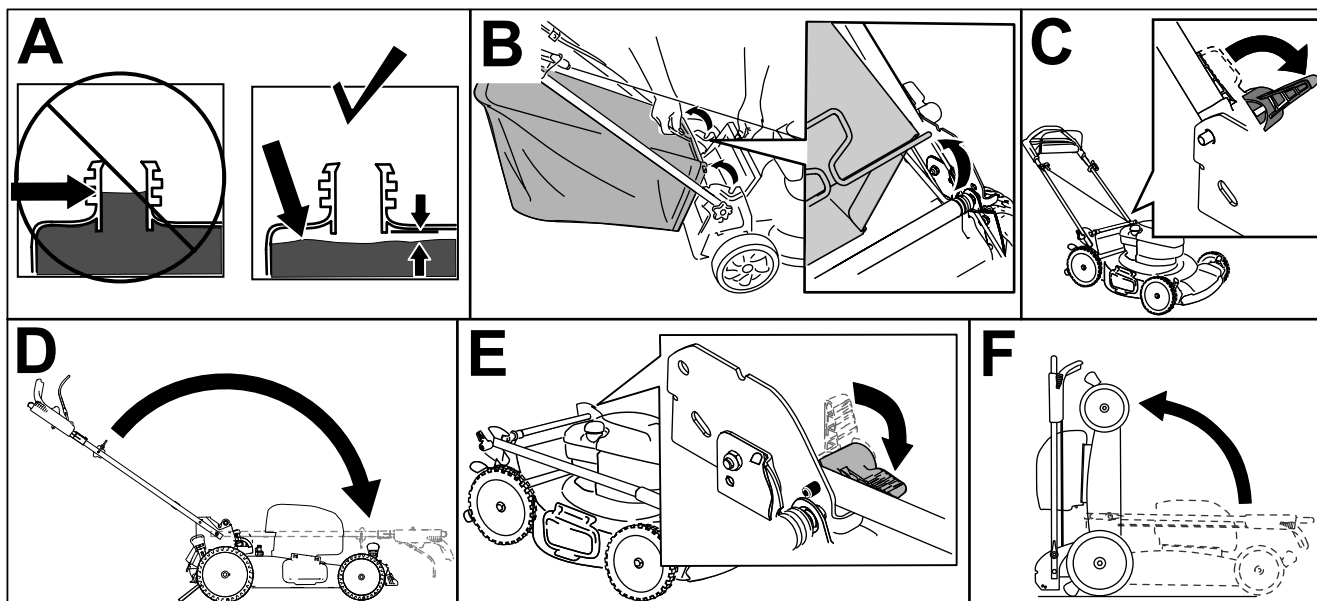

Figura 32
**Nota:** Si el nivel de combustible del depósito de combustible es demasiado alto, drene el combustible del depósito en un recipiente de combustible homologado hasta que esté en o por debajo del nivel recomendado por el fabricante del motor (Figura 32, A).
2. Si la bolsa de recogida está instalada en la máquina, retírela (Figura 32, B).
3. Abra las palancas de bloqueo del manillar (Figura 32, C).
4. Pliegue el manillar completamente hacia adelante (Figura 32, D).
5. Cierre las palancas de bloqueo del manillar (Figura 32, E).
6. Levante la parte delantera de la máquina con el manillar y llévela al lugar de almacenamiento (Figura 32, F).